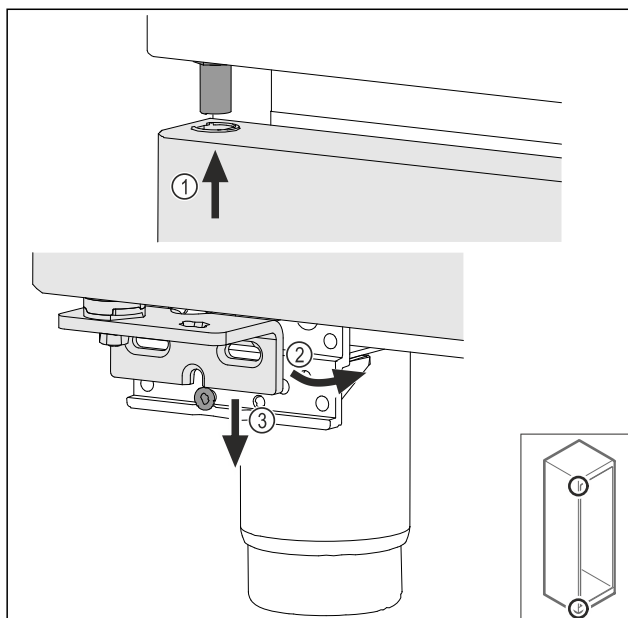

Fig. 70
- Enfiler la porte légèrement inclinée en haut Fig. 70 (1), redresser la porte Fig. 70 (2) et la poser en bas sur la vis du support de palier Fig. 70 (3).